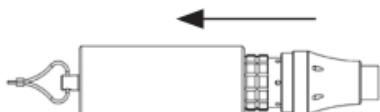
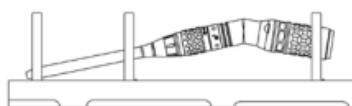

Figura 1
Figura 2
Nota: Antes de utilizar a cesta de limpeza e esterilização G1 pela primeira vez, ligue a manga do conector à cesta, prendendo-a à estrutura de apoio interna (Figura 2). A manga do conector deve permanecer com a cesta para utilização futura.
- Remova a manga do conector do conector da peça de mão (Figura 1). Coloque novamente a manga do conector no respetivo suporte e coloque o conector da peça de mão na parte inferior da cesta.
Advertência: A manga do conector da peça de mão deve ser removida do conector da peça de mão antes da esterilização (Figura 1). Consulte o esquema de Carregamento da cesta de limpeza e esterilização G1 para ver as configurações de carga validadas. Os dispositivos de fixação angulados devem ser carregados com a orientação correta, conforme demonstrado na Figura 2.